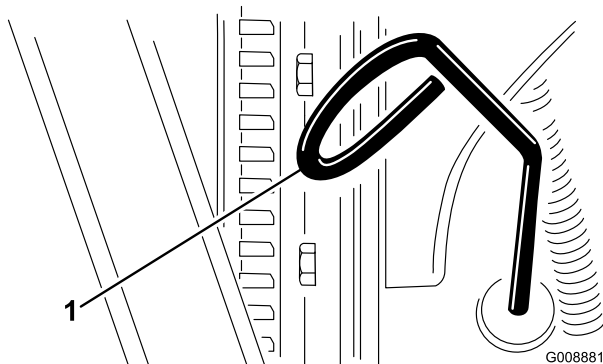

Bild 35
2. Nehmen Sie den Peilstab (Bild 35) heraus und wischen Sie ihn mit einem sauberen Lappen ab.